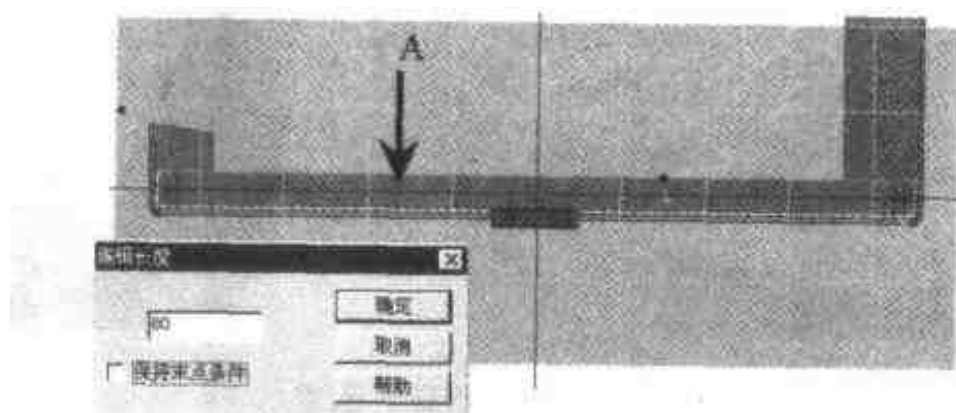

图 4.14 编辑直线
- (3) 单击【显示曲线尺寸】按钮, 在如图 4.14 所示靠近底板的位置单击上方的直线 A; 在表示直线长度的数字上右击, 将长度改为 80。